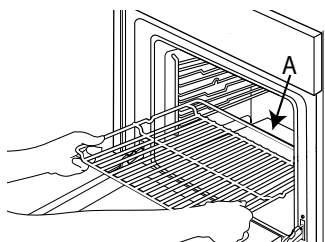

Fig. 1
1. Inserire la griglia orizzontalmente, con la parte rialzata "A" orientata verso l'alto (fig. 1).